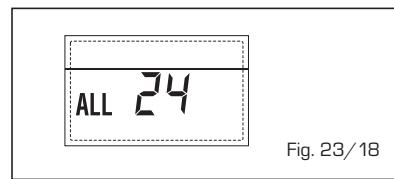

Fig. 23/18
- ANOMALÍA SONDA ACUMULADOR SOLAR (S2) "ALL 25" [fig. 23/19]